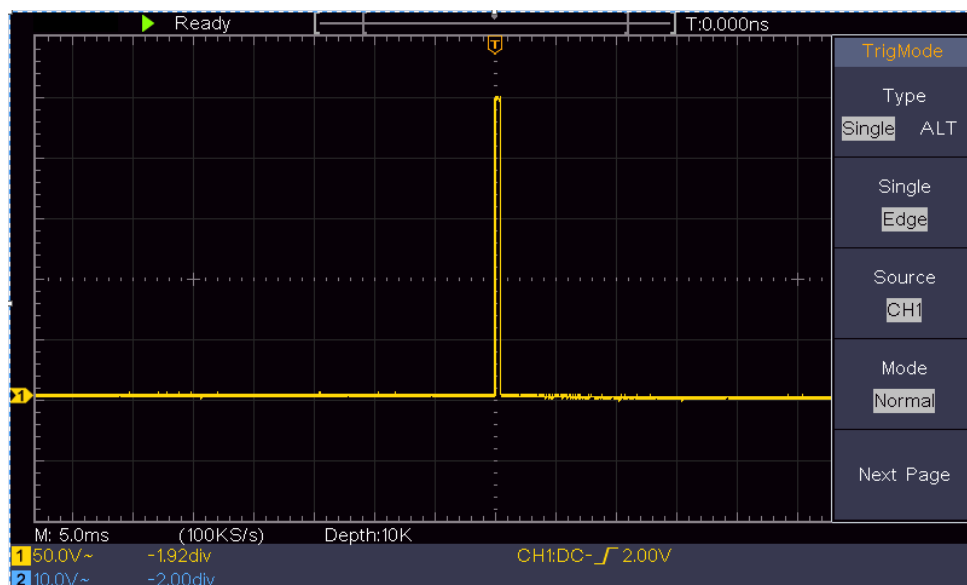

Figure 0-3 Capture d'un seul signal
- (2) Réglez les boutons d'échelle **verticale** et d'échelle **horizontale** pour définir des plages verticales et horizontales appropriées pour le signal à observer.
- (3) Appuyez sur le bouton **Acquérir** pour afficher le menu de droite.
- (4) Dans le menu de droite, sélectionnez **Acqu Mode** as **Peak Detect**.
- (5) Appuyez sur le bouton **Trigger Menu** pour afficher le menu de droite.
- (6) Dans le menu de droite, sélectionnez **Type** comme **Simple**.
- (7) Dans le menu de droite, sélectionnez **Single** as **Edge**.
- (8) Dans le menu de droite, sélectionnez **Source** comme **CH1**.
- (9) Dans le menu de droite, appuyez sur **Page suivante**, sélectionnez **Couplage** comme **DC**.
- (10) Dans le menu de droite, sélectionnez **Pente** comme ( croissante).
- (11) Tournez le bouton **Trigger Level** et réglez le niveau de **déclenchement** à environ 50 % du signal à mesurer.
- (12) Vérifiez l'indicateur d'état de déclenchement en haut de l'écran, s'il n'est pas prêt, appuyez sur le bouton **Run/Stop** et commencez l'acquisition, attendez que le déclenchement se produise. Si un signal atteint le niveau de déclenchement défini, un échantillonnage sera effectué et ensuite affiché à l'écran. En utilisant cette approche, une impulsion aléatoire peut être capturée facilement. Par exemple, si nous voulons trouver une bavure de grande amplitude, réglez le niveau de déclenchement à une valeur légèrement supérieure au niveau moyen du signal, appuyez sur le bouton **Run/Stop** et attendez le déclenchement. Lorsqu'une bavure se produit, l'instrument se déclenche automatiquement et enregistre la forme d'onde pendant la période entourant le moment du déclenchement. En tournant le bouton de **position horizontale** dans la zone de commande horizontale du panneau, vous pouvez modifier la position de déclenchement horizontale pour obtenir un retard négatif, ce qui permet d'observer facilement la forme d'onde avant que la bavure ne se produise (cf. *Figure 0-3*).